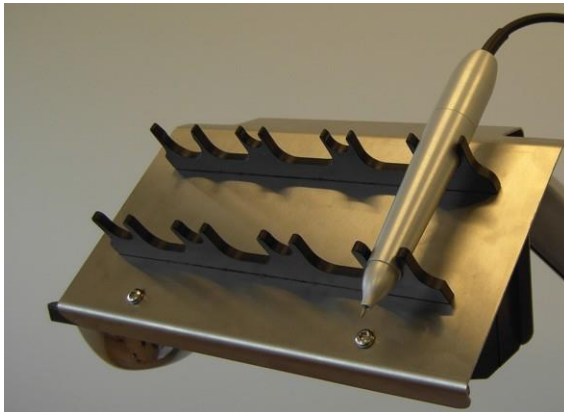

Figure 3-76. Placement de la pièce à main d'incision sur le support de pièce à main
- Placez la pièce à main d'incision sur le support de pièce à main, comme illustré à la Figure 3-76.